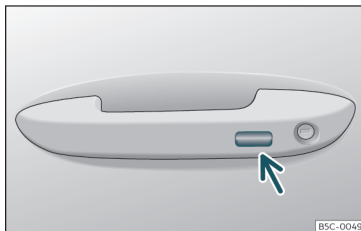

Abb. 88 Türgriff: Sensorfläche.
- **ODER** mit dem Keyless Access*-System (nur Schließen): Halten Sie einige Sekunden lang einen Finger über die Verriegelungssensorfläche »» **Abb. 88** (Pfeil) am Türgriff, damit die Fenster und das Dach* geschlossen werden. Wenn Sie die Sensorfläche nicht mehr berühren, wird die Schließfunktion unterbrochen.
- Halten Sie einige Sekunden lang einen Finger über die Verriegelungssensorfläche >>> **Abb. 88** (Pfeil) am Türgriff, damit das Dach geschlossen wird. Wenn Sie die Sensorfläche nicht mehr berühren, wird die Schließfunktion unterbrochen.